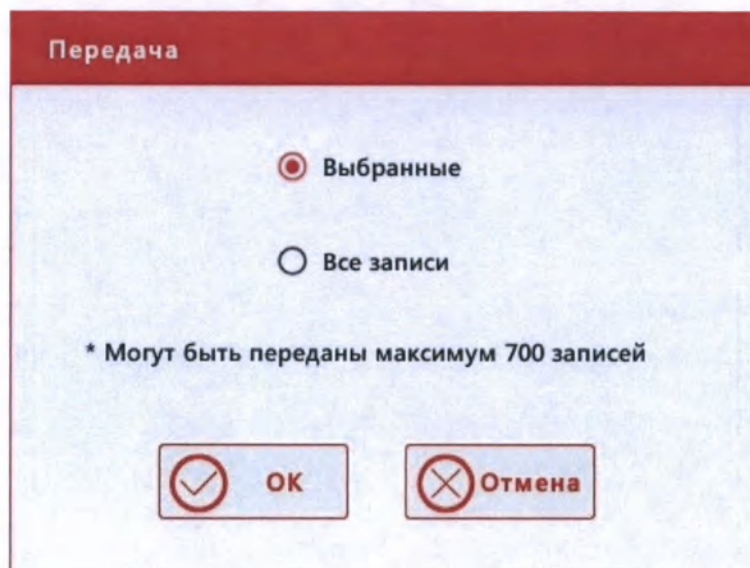

Рис.6.2-7 Окно выбора записей для передачи в сеть
- 2) Нажмите кнопку **«Передача»**, и на экране появится следующее окно (Рис.6.2-7).
- 1) Отметьте **«Все записи»** в окне выбора записей для передачи в сеть (Рис.6.2-7), после того как откроете данное окно нажатием кнопки **«Передача»**.